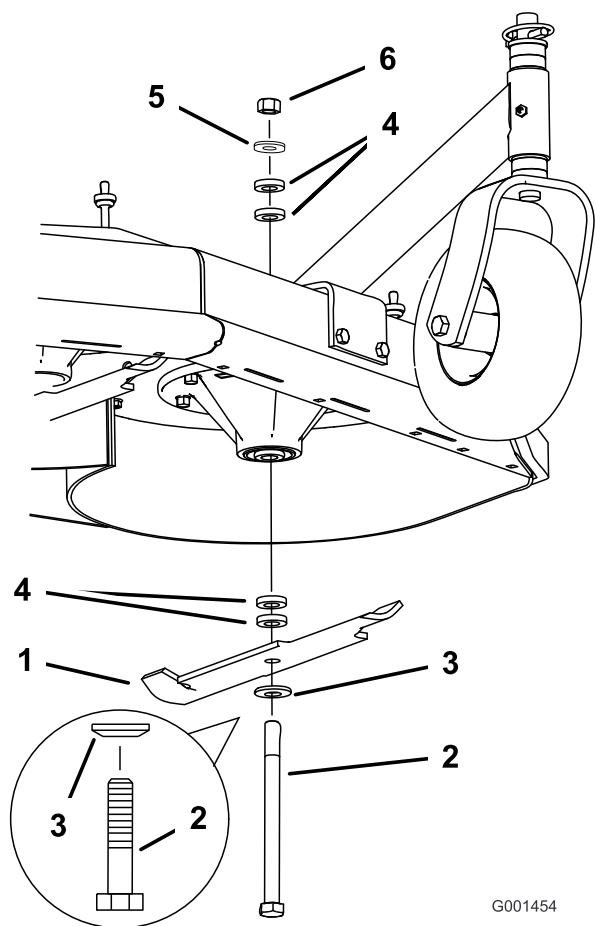

Figura 67
2. Retire la tuerca, el perno de la cuchilla, la arandela curva, la cuchilla, los espaciadores, y la arandela fina del eje (Figura 67).
1. Instale la arandela curva y luego la cuchilla en el perno. Seleccione el número correcto de espaciadores para la altura de corte deseada, y deslice el perno dentro del eje (Figura 67).